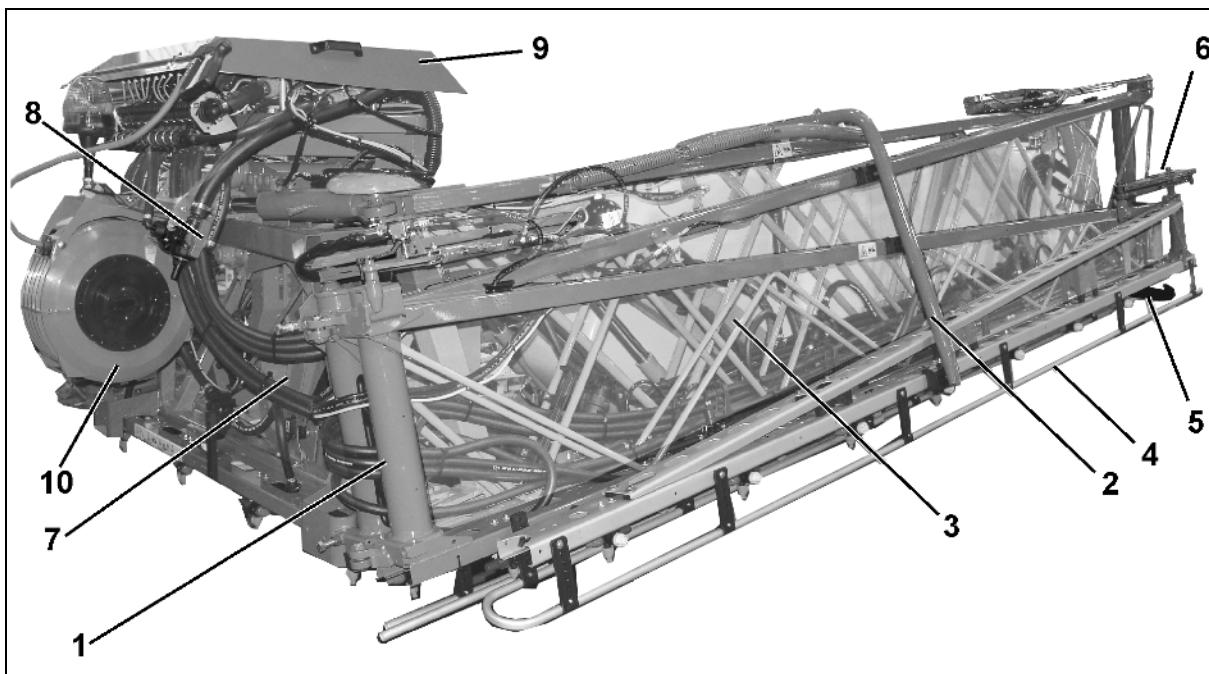

Рис. 97
- (3) Параллелограммная рама для регулировки высоты штанг опрыскивателя.
- (4) Защитная трубка форсунок
- (5) Распорка
- (6) Фиксатор внешних консолей, см. на стр. 111
- (7) Компенсатор колебаний, см. с. на стр. 114
- (8) Клапан и переключающий кран системы DUS
- (9) Арматура штанг, см. Рис. 97
- (10) Устройство для наружной мойки